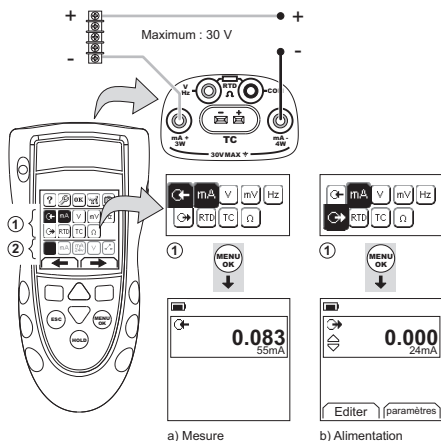
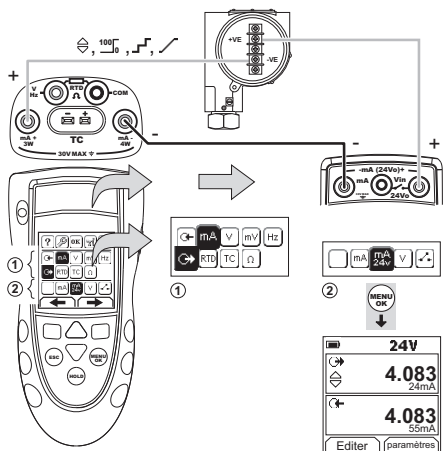
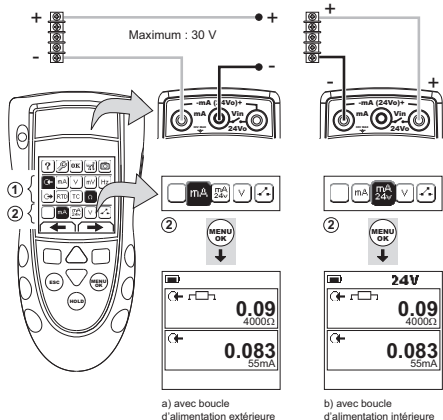

Figure 1 : Exemple de configuration - mesure/alimentation en mA avec boucle d'alimentation extérieure (zone ①)
Figure 2 : Exemple de configuration - alimentation en mA avec boucle d'alimentation intérieure (zone ①)
Figure 3 : Exemple de configuration - mesure en mA (Fonction Dual, zone ②)
1. Raccordez l'instrument (Figure 1, Figure 2 ou Figure 3) et, si nécessaire, réglez le menu Config. (Tableau 1).
**Remarque :** Utilisez la zone Fonction Dual (②) pour effectuer deux opérations en même temps. Si vous n'avez pas besoin de sélectionner une option dans la zone ②, désactivez cette zone (■). Ceci permet d'économiser de l'énergie.